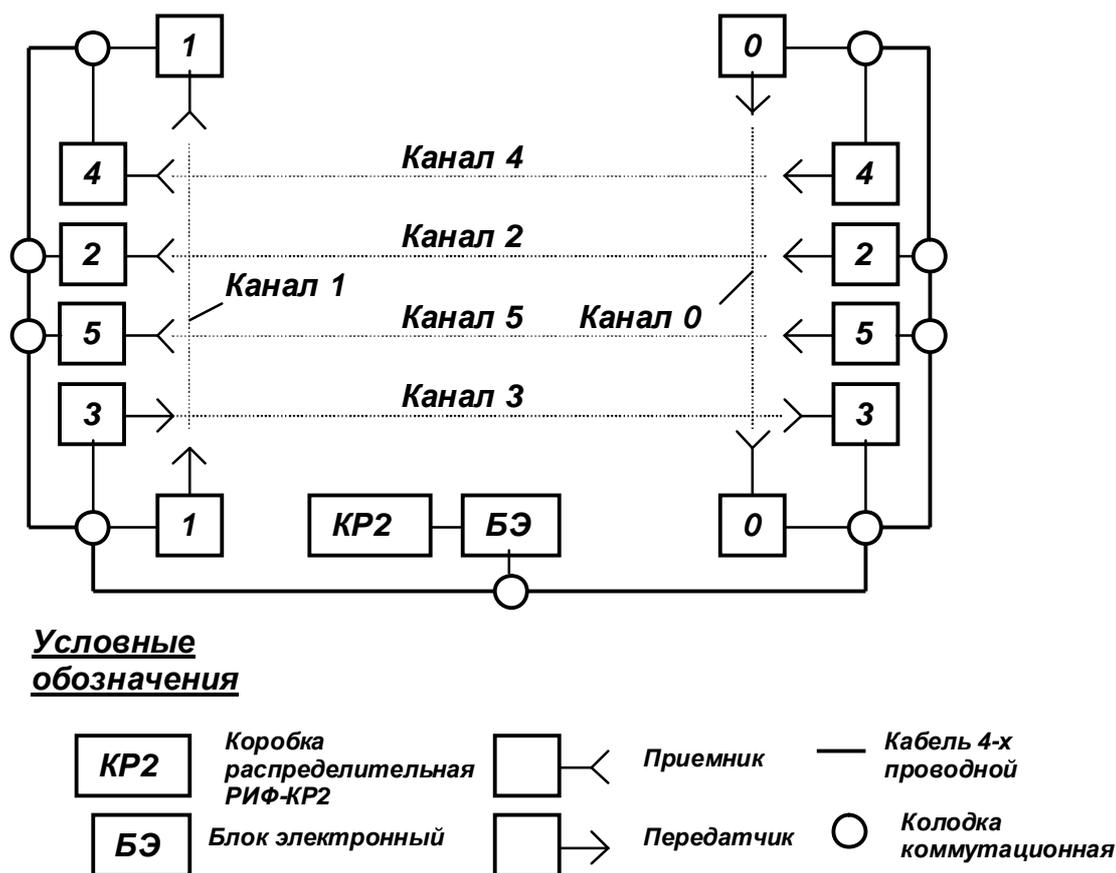

Рис. 2. Размещение блоков (вариант)
- 9) Пример типового размещения блоков для помещения 50х20м приведен на рис.2.